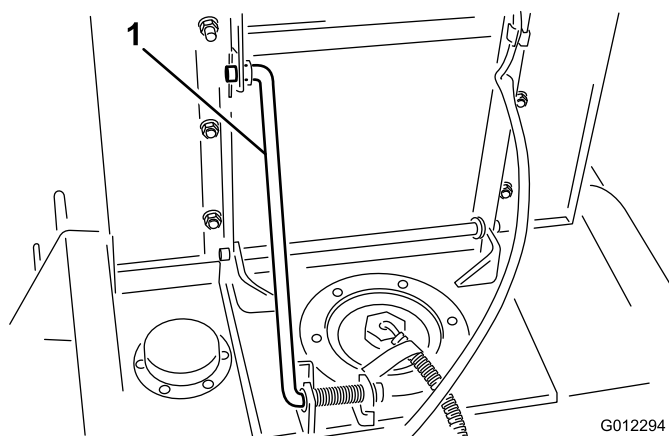

Figure 20
2. Soulevez le siège et supportez-le avec la béquille (Figure 20).